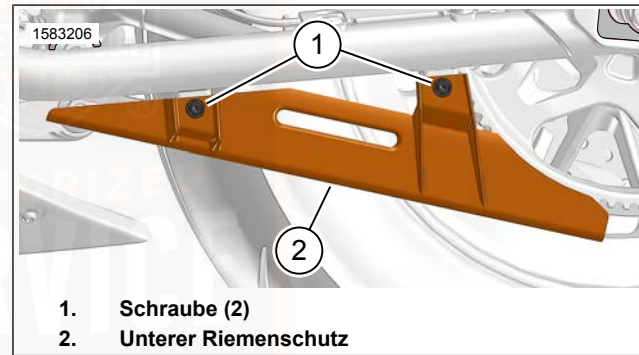
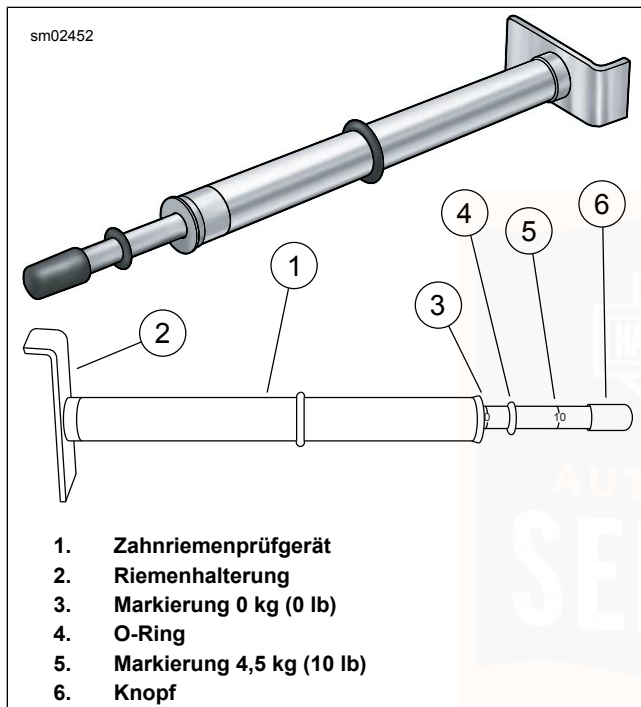

Abbildung 64. Unterer Riemenchutz
Abbildung 67. Zahnriemenprüfgerät
2. Siehe Abbildung 67 . Messung der Riemendurchbiegung mit:
2. Siehe Abbildung 64. Unteren Riemenschutz entfernen.
- a. Die Schrauben (1) und den unteren Riemenschutz (2) entfernen.
3. Siehe Abbildung 67 . Messung der Riemendurchbiegung mit:
6. Siehe Abbildung 64. Den unteren Riemenchutz einbauen.
- a. Den unteren Schutz (2) in Einbaustellung bringen.
- b. Die Schrauben (1) anbringen. Festziehen.